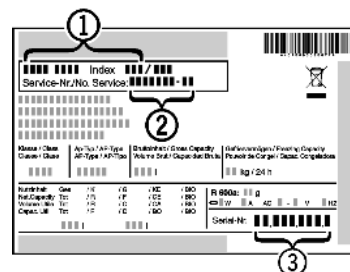

Fig. 9
- ▷ Leggere la denominazione dell'apparecchio Fig. 9 (1), il n° assistenza Fig. 9 (2) e il n° di serie Fig. 9 (3) sulla targhetta identificativa. La targhetta identificativa è situata all'interno dell'apparecchio, sul lato sinistro.
- ▷ Informare il servizio di assistenza e comunicare il difetto, la denominazione dell'apparecchio Fig. 9 (1), il n° assistenza Fig. 9 (2) e il n° di serie Fig. 9 (3).